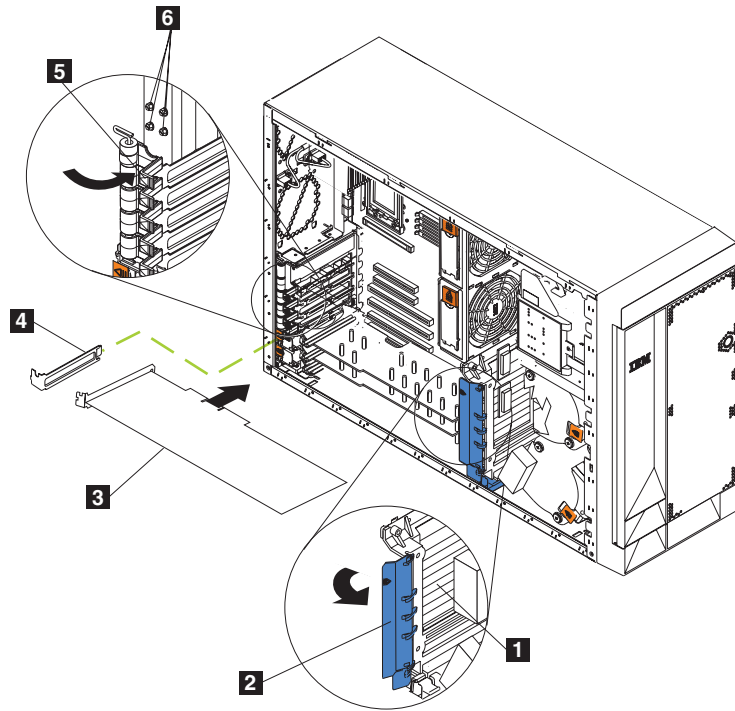
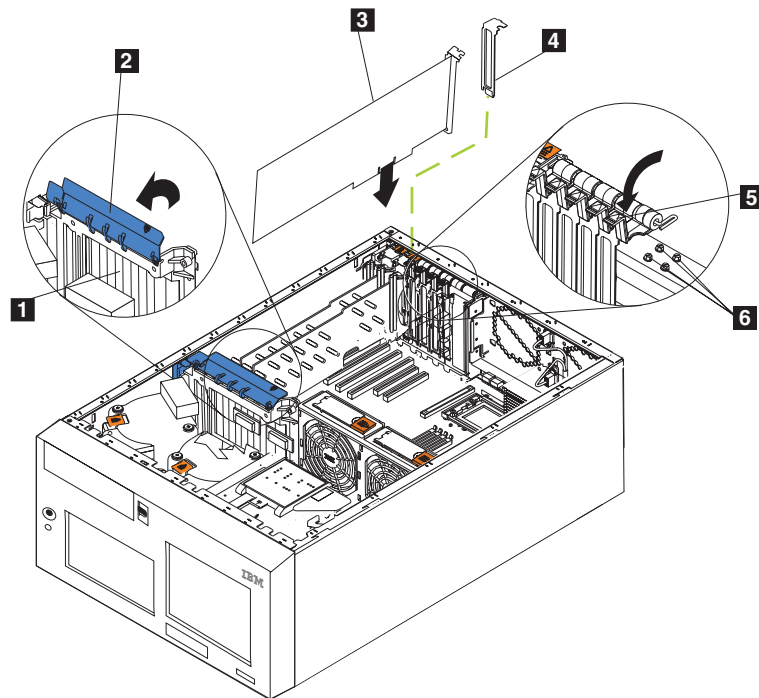

図 90. ServeRAID コントローラーの交換 (モデル 25T)
図 91. ServeRAID コントローラーの交換 (ラック・マウントへの移行機能付きモデル 25T)
- d. 113 ページの図 90 および 113 ページの図 91 を参照して既存のアダプターを取り外します。
- b. 113 ページの図 90 および 113 ページの図 91 を参照して、障害のある ServeRAID-5i コントローラーを取り外します。
- d. 113 ページの図 90 および 113 ページの図 91 を参照してアダプターを取り外します。